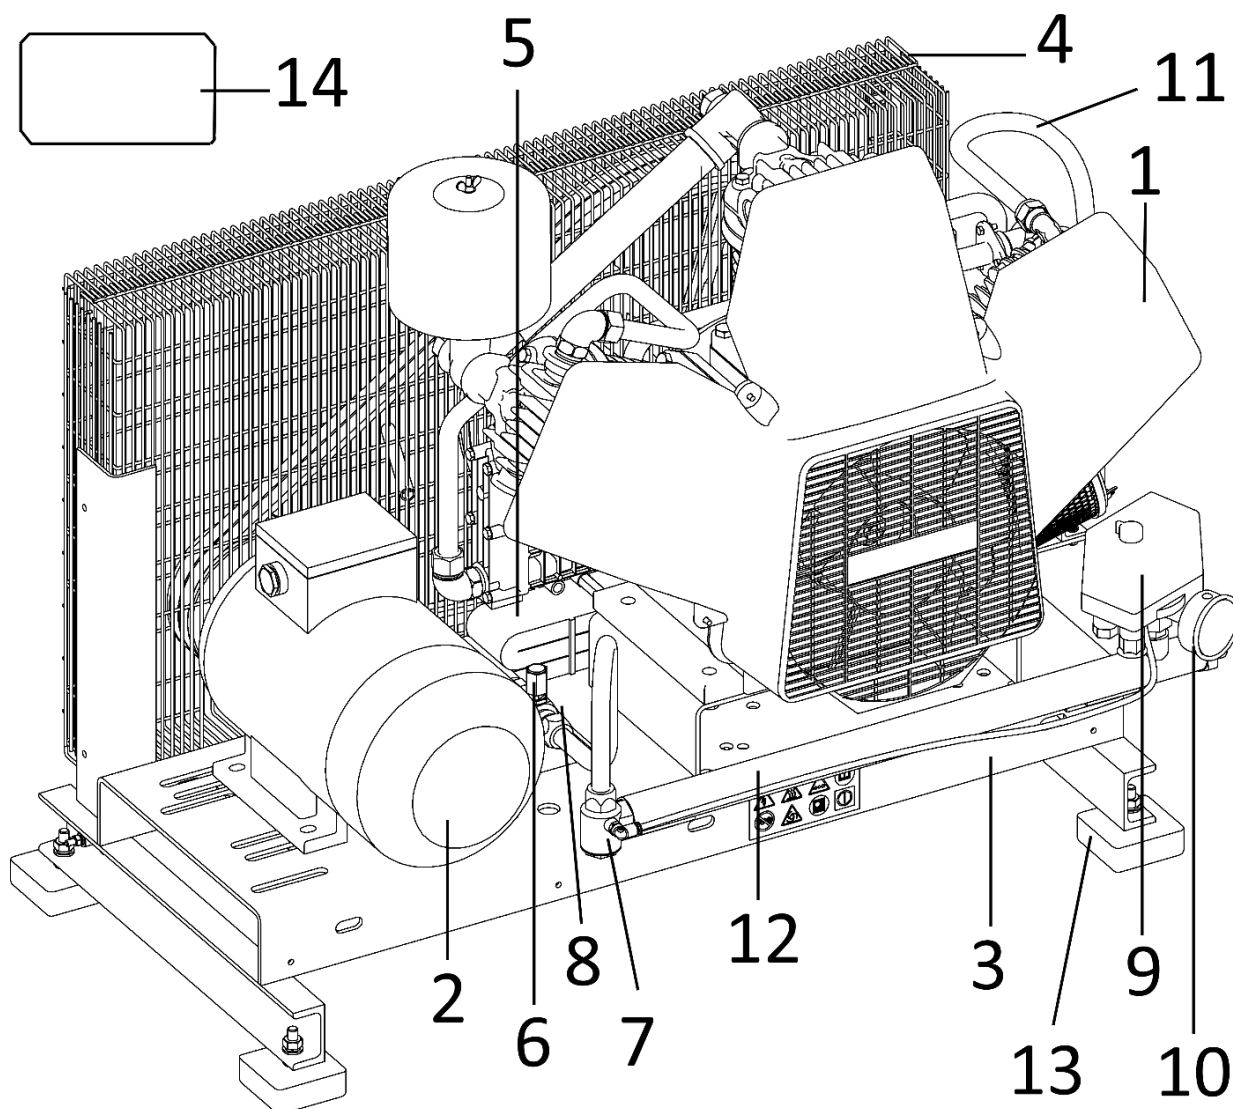

Рисунок 3
6.3.3 На отводящем трубопроводе необходимо установить трехходовой кран или другое устройство, обеспечивающее сброс давления воздуха из коллектора 12 (см. рисунок 3), при остановке и отключении компрессора от воздушной сети.
Компрессор (рисунок 3) состоит из следующих основных сборочных единиц и деталей: блока компрессорного 1, электродвигателя 2, платформы 3, защитного ограждения 4, охладителя 5, предохранительного клапана 6, обратного клапана 7, электромагнитного клапана разгрузки 8 (в компрессорных установках СБ4-F75/8 S/D, СБ4-F75 S/D, СБ4-F75/14 S/D), пресостата 9, манометра 10, воздухопровода 11, коллектора 12, виброопор 13, шкаф с электроаппаратурой 14 (в компрессорных установках СБ4-F75/8 S/D, СБ4-F75 S/D, СБ4-F75/10 S/D).